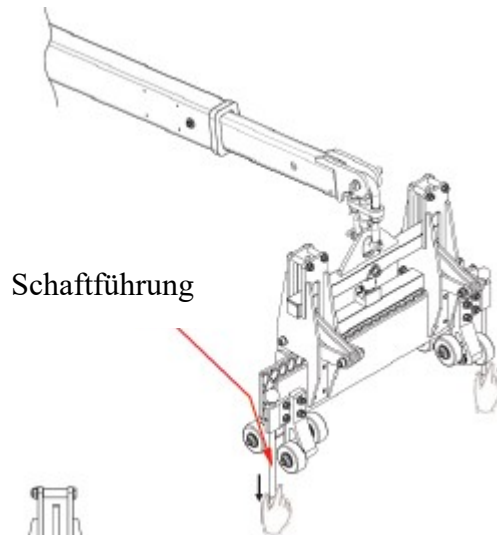

Abbildung 1b
- ziehen Sie die zwei Schaftführungen herunter (Abbildung 1b) und bringen Sie den Gabelstapler an das anzuhebende Material heran.